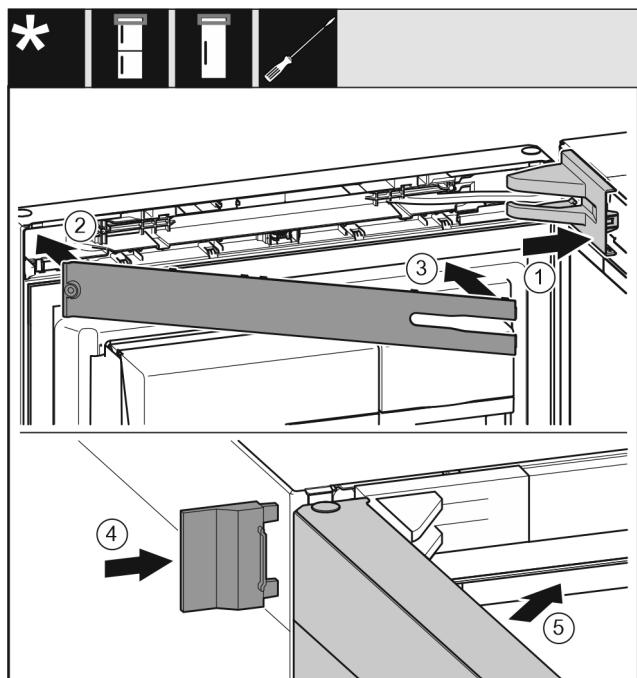

Fig. 51
- Τοποθετήστε και κουμπώστε το κάλυμμα του στηρίγματος, ενδεχ. αποσυμπίέστε το προσεκτικά. Fig. 51 (1)
- Τοποθετήστε το διακοσμητικό κάλυμμα. Fig. 51 (2)
- Κλείστε το διακοσμητικό κάλυμμα και κουμπώστε το. Fig. 51 (3)
- Ωθήστε το εξωτερικό κάλυμμα. Fig. 51 (4)
- Κλείστε την επάνω πόρτα. Fig. 51 (5)